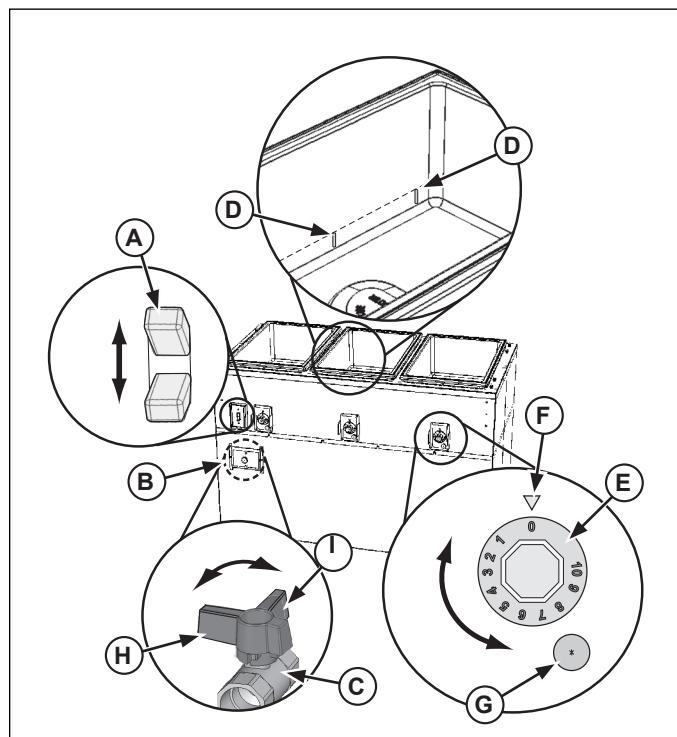

Figura 2. Controles de la estación caliente de lujo
- Abra la puerta de acceso (B) y verifique que la válvula de drenaje (C) esté en la posición cerrada (H). Consulte la Figura 2.
- Llene el receptáculo hasta las marcas de nivel correcto (D) con agua limpia y fresca. El nivel correcto es de aproximadamente 2.5 cm (1") de agua. No lo llene excesivamente.
- Precaliente el agua en los receptáculos cubriendolos con tapas o recipientes de alimento vacíos. Gire el interruptor de suministro (A) hasta la posición de encendido "ON" y fije el o los controles de calor (E) en su ajuste máximo. Precaliente el agua durante 45 minutos. El agua debiera hervir.
- Fije el o los controles de calor (E) para mantener la temperatura de conservación caliente y los alimentos seguros. Revise regularmente la temperatura de los alimentos.
- Abra la puerta de acceso (A) y verifique que la válvula de drenaje esté en la posición cerrada (D). Consulte la Figura 2.
- Gire el interruptor de suministro (A) hasta la posición de encendido "ON". Esta unidad no tiene un valor de temperatura ajustable. Deje que la unidad funcione durante aproximadamente 30 minutos. Para obtener el mejor rendimiento al usar hielo con esta unidad, déjela funcionar durante aproximadamente 2 horas antes de agregar el hielo. Esto ayudará a mantener el hielo sólido.